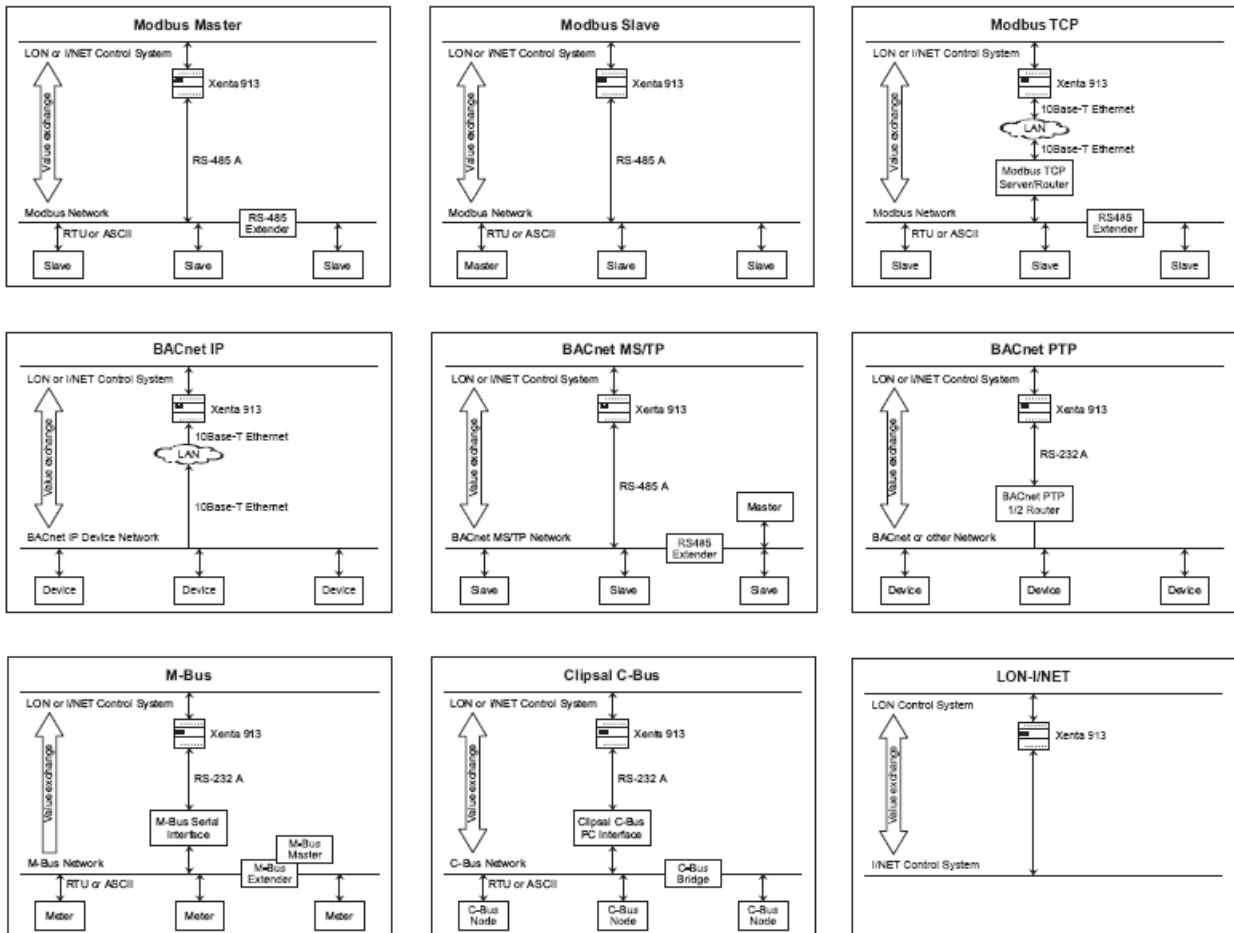

Рис. 2.1: Описание доступных сетей третьих производителей.
Доступные типы сетей третьих производителей показаны на Рис. 2.1.
Подробное описание протоколов, использующихся для сетей на Рис.2.1, можно найти в приложении В. «Протоколы», стр.117.
- Кроме сетей, представленных на Рис. 2.1, возможны и другие комбинации. Например, сеть LonWorks, Modbus мастер и клиент TCP Modbus одновременно могут быть подключены к Xenta 913.